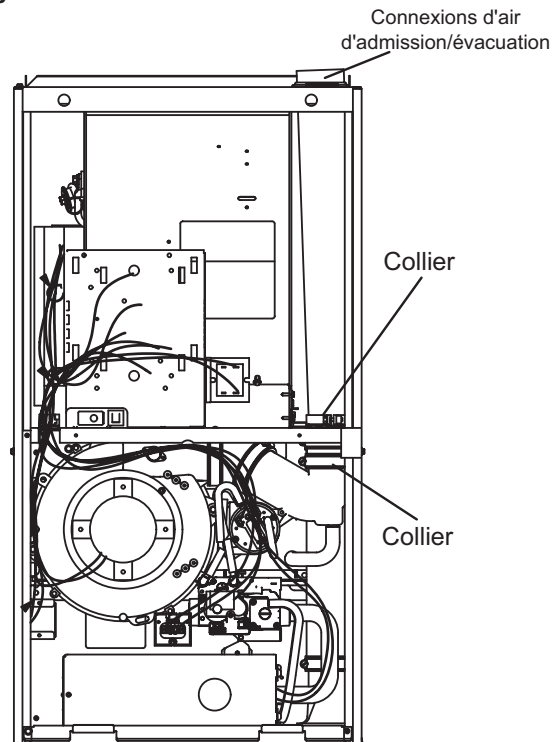
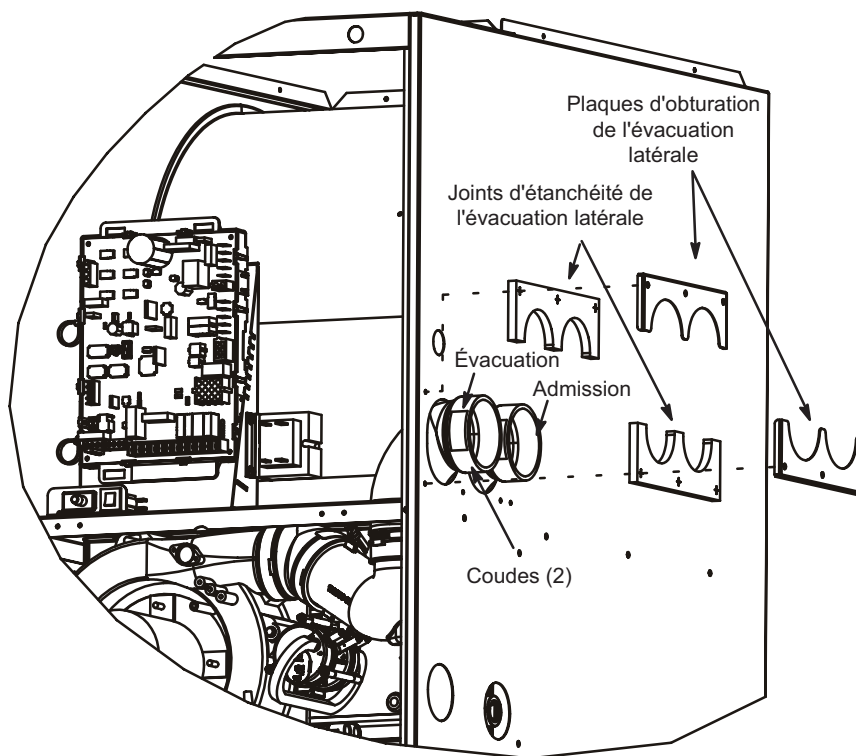

FIGURE 15
FIGURE 17
Le SLP99DF est livré avec un raccord d'évacuation/d'admission d'air au niveau du capuchon supérieur. Reportez-vous à la FIGURE 15. À l'aide des pièces fournies, l'appareil peut être modifié sur place pour que ces connexions soient situées sur le côté droit de l'enceinte. Reportez-vous à la FIGURE 17 et suivez les étapes ci-dessous. Pour l'évacuation du côté gauche, commandez l'ensemble 87W73.
- 2 - Desserrez les colliers qui fixent les raccords en caoutchouc aux tuyaux en PVC blanc à l'intérieur de la zone du vestibule. Reportez-vous à la FIGURE 15.
- 3 - Desserrez le collier qui fixe les tuyaux au support du ventilateur. Reportez-vous à la FIGURE 15.
- 11 - Retirez la protection des joints d'étanchéité de l'évacuation latérale (2) et appliquez-les sur les plaques d'étanchéité de l'évacuation latérale (2) comme illustré à la FIGURE 17.
- 12 - Installez les plaques d'étanchéité de l'évacuation latérale et les joints sur l'extérieur de l'enceinte, comme illustré à la Figure 15. Fixez avec six vis (quatre réutilisées et deux fournies dans le sac). Les trous sont prépercés dans les pièces et l'enceinte, aucun perçage n'est nécessaire.